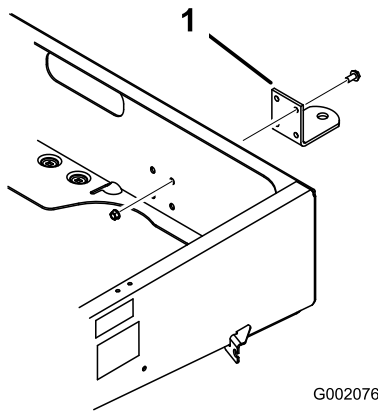

Bild 7
2. Fluchten Sie die Anbauvorrichtung mit den Befestigungsöffnungen im Rahmen aus. Befestigen Sie die Anbauvorrichtung mit den Schrauben und Muttern (Bild 7).